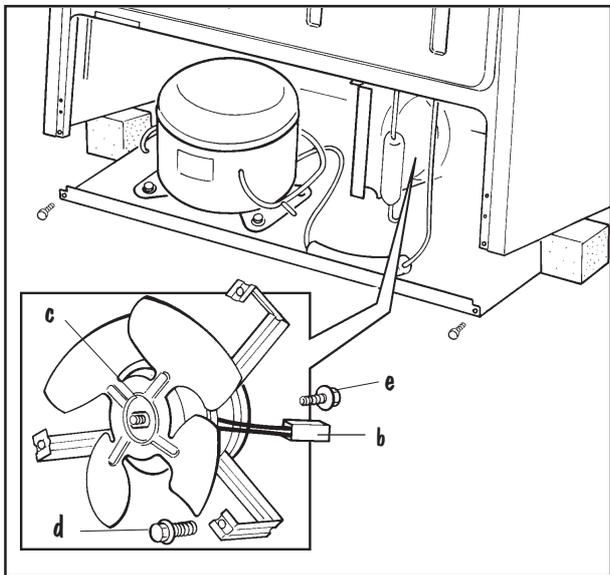

Fig.40
- b. Desligue o Cabo de Alimentação do Motor Ventilador do Chicote de Fios (Fig.40);
- c. Destrave e retire o Retentor do Eixo da Hélice e remova a Hélice(Fig.40);